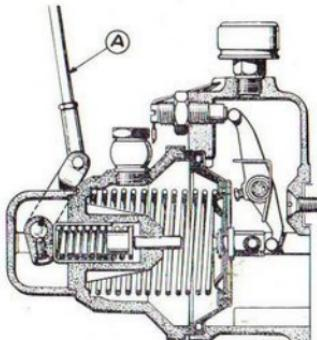

FIG. 39. — Système stabilisateur de régime à vide.
- 1° Réglage le tirant (A, fig. 39 à la longueur de 150 mm).